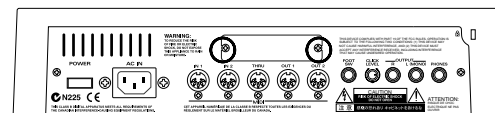

fig.2 Rear Panel View / リアパネル
3. Remove the EXP COVER on the rear panel. (See fig.2 to remove 2 screws.)
(外すネジは fig.2 を参照してください。)